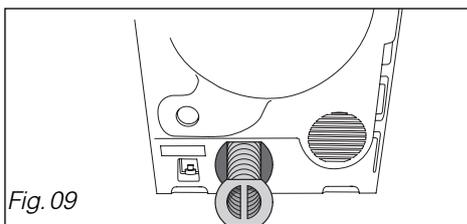

Fig. 09
– Sortie d'air arrière (Fig.09)
- dégager la gaine avec précaution afin d'éviter tous risques de coupures (Fig. 09).